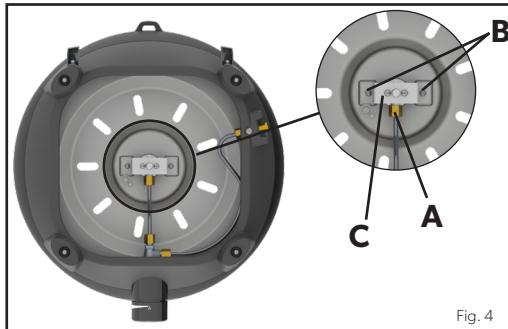
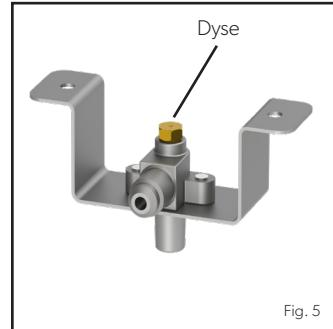

Fig. 4
Fig. 5
- Vi anbefaler å rengjøre eller skifte ut dysene hver sjette (6) måned for å sikre fortsatt effektiv drift av apparatet.
- Skulle hullet i strålen bli blokkert, da dette resulterer i en liten flamme eller ingen flamme i det hele tatt. Ikke prøv å rengjøre strålen med en pinne eller annen slik enhet, da dette kan skade åpningen, noe som kan gjøre apparatet usikert. For å fjerne dysen, fjern alle løse overflater fra enheten og snu baseheten opp ned. Bruk en passende skiftenøkkel, løsne mutteren (A) (fig. 4). Skru løs de 2 skruene (B) (fig. 4). Fjern braketten (C) for å avdekke munstykket. (Fig. 5). Fjern strålen med en passende skiftenøkkel. Ikke bruk tang på dysen, da dette kan skade dysen og gjøre den ubruklig eller umulig å fjerne. Skru den nye strålen inn i ventilen. Ikke stram for mye da dette kan skade strålen.